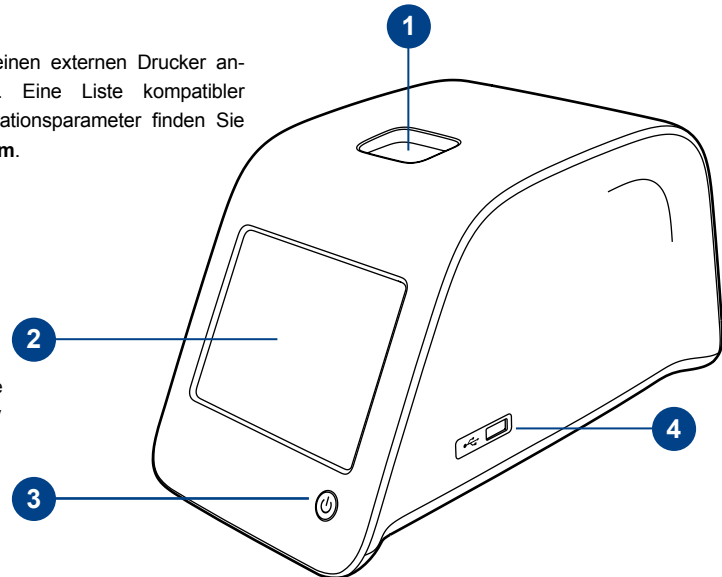
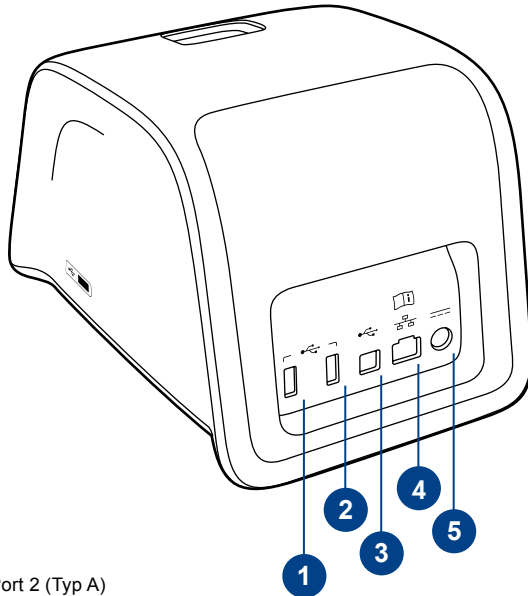
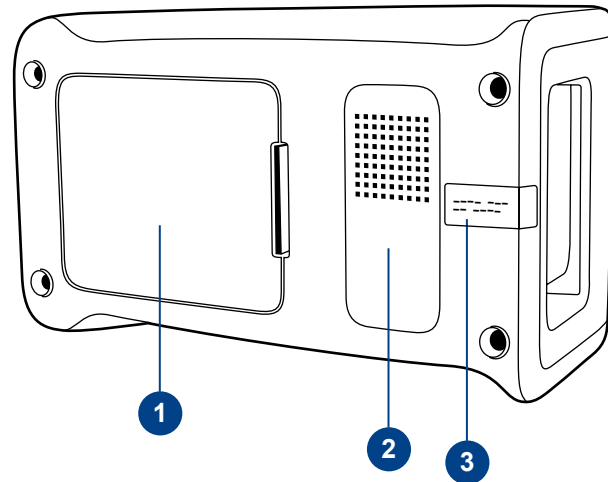

Bild 1
Bild 2
Bild 3
- Öffnen Sie die Abdeckung des Instruments nicht durch Lösen von Schrauben. Bei Beschädigung des Garantiesiegels erlischt die Garantie auf das Instrument (siehe **Bild 3**).
Die Komponenten des QuikRead go Instrument werden in **Bild 1** (Gerät von oben), **Bild 2** (Gerät von hinten) und **Bild 3** (Gerät von unten) gezeigt.